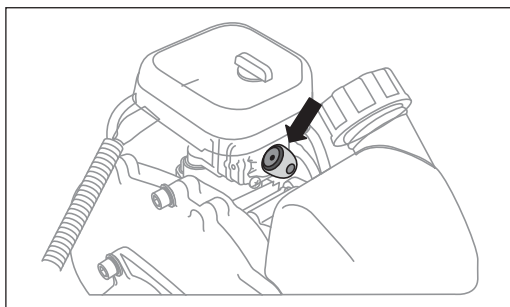

Рис. 8
3. Несколько раз нажмите на прозрачный колпачок ручной подкачки топлива (праймер), расположенный между воздушным фильтром и топливным баком, для заполнения карбюратора топливной смесью (рис. 8).